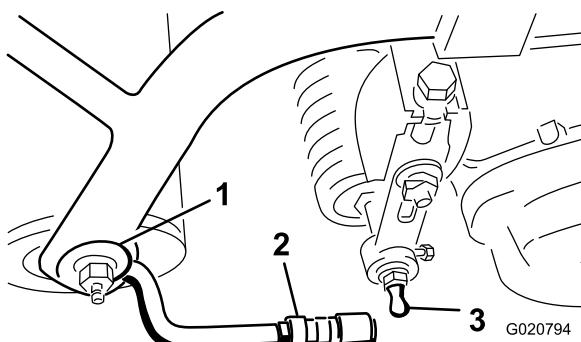

Figura 8
3. Faça deslizar a manga para a rótula esférica e engate o recetor no pino esférico da unidade de corte. Liberte a manga, fazendo a deslizar para o pino, bloqueando desta forma a estrutura (Figura 8).